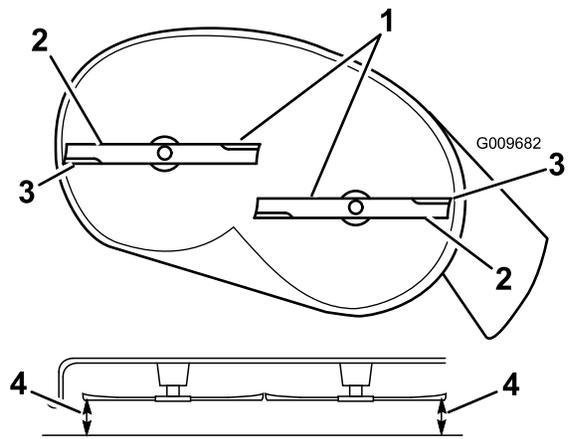

Figura 52
4. Gire cuidadosamente las cuchillas hasta que estén todas orientadas lateralmente (Figura 52).